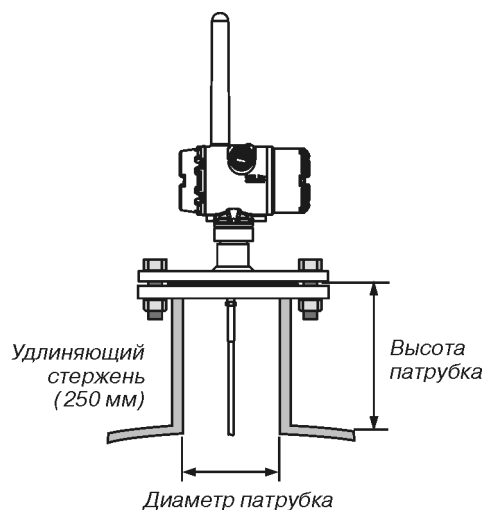

Рис. 11.
- При установке зондов в узких патрубках рекомендуется использовать опцию LS (удлиняющий стержень) для предотвращения контакта зонда со стенками патрубка (рис. 11).
- При возможности контакта зонда со стенкой, патрубком или другими объектами в резервуаре, рекомендуется руководствоваться рекомендациями по минимальному зазору (рис. 11, 12). Минимальный зазор приведен в табл.6.